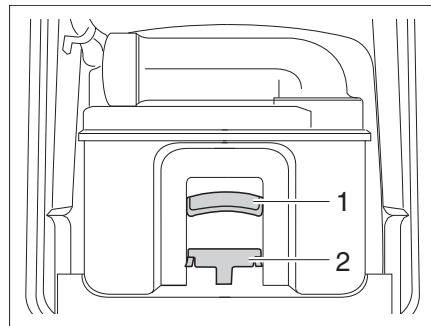

Fig. 384 Cassetta Thetford
- Tirare la staffa di supporto (Fig. 384,2) verso il lato anteriore per sbloccare la cassetta della toilette ed estrarre la cassetta mediante la maniglia (Fig. 384,1).